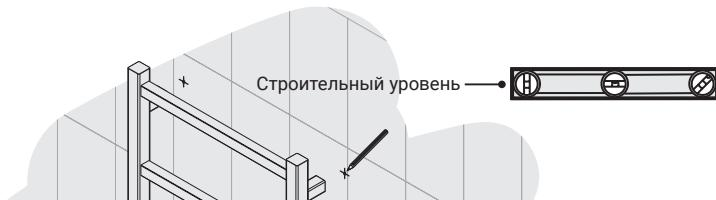
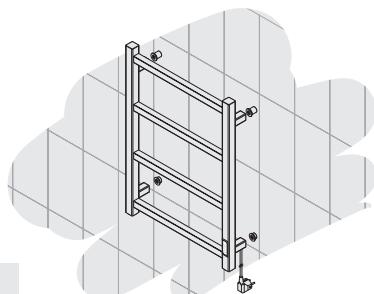
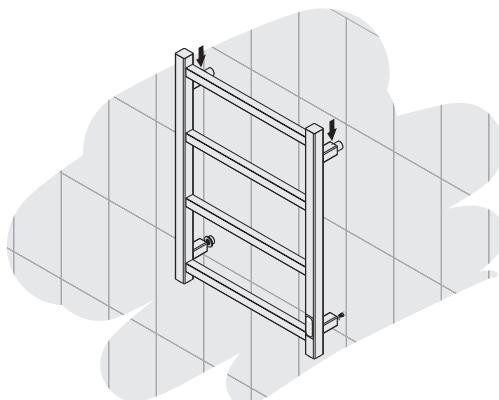

Рис.1
Рис.2
Рис.12
4.1.2. Произвести «примерочный» монтаж полотенцесушителя. Для точной разметки точек крепежа рекомендуется использовать строительный уровень (рис. 1).
4.1.3. Сделать метки на стене (рис. 1). При установке полотенцесушителя с сетевым шнуром используются четыре точки крепления (рис. 2).
4.3.2. Произвести «примерочный» монтаж полотенцесушителя. Для точной разметки точек крепежа рекомендуется использовать строительный уровень (см. рис. 1).
4.3.3. Сделать метки на стене (см. рис. 1). При монтаже через скрытую проводку используются три точки крепления. В месте четвёртого крепления расчитывается вывод кабеля из стены (**рис. 12**).
4.3.5. Произвести «черновой» монтаж полотенцесушителя, используя стопорные винты в верхних креплениях (рис. 12). Длинные шайбы скрытого крепления позволяют при установке отодвинуть полотенцесушитель от стены для удобства соединения его к скрытой проводке.